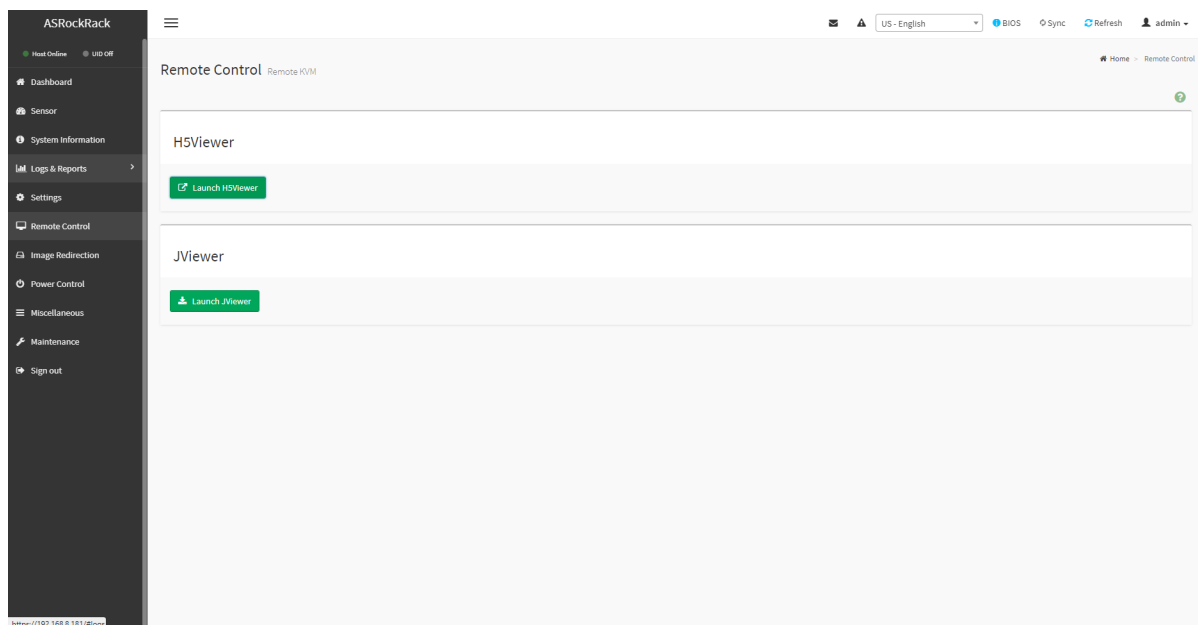

Рис. 118. Окно «Remote Control»
- 2) Пройдите во вкладку «Remote Control» в данной вкладке предоставляется две полезные службы удаленного управления с именами «H5Viewer» и «JViewer», которые позволяют пользователям удаленно управлять сервером через службу KVM, работающую либо в веб-интерфейсе HTML5, либо в интерфейсе Java Runtime Environment (JRE). Окно показано на рис. 118 Окно «Remote Control»